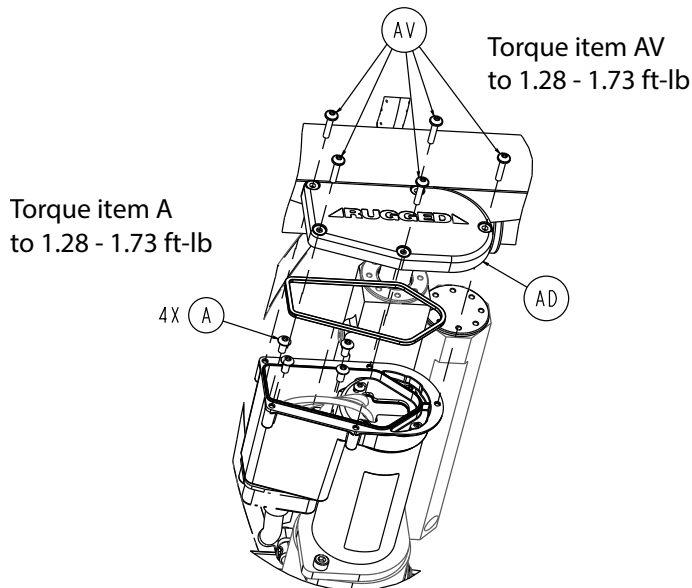

Figure 93 – Composants de l'ensemble de câble du moteur de levage
17. À l'aide d'une clé Torx T20, retirer les cinq vis de taraudage à tête ronde à embase (AV) qui fixent le capuchon d'extrémité de l'actionneur (AD) au boîtier électrique de l'ensemble hydraulique (Figure 93). Conserver les vis et le capuchon d'extrémité.
19. À l'aide d'une clé Torx T15, retirer les quatre vis Torx à tête ronde (A) qui fixent l'ensemble du câble du moteur de levage au couvercle de l'actionneur (Figure 93). Conserver les vis.